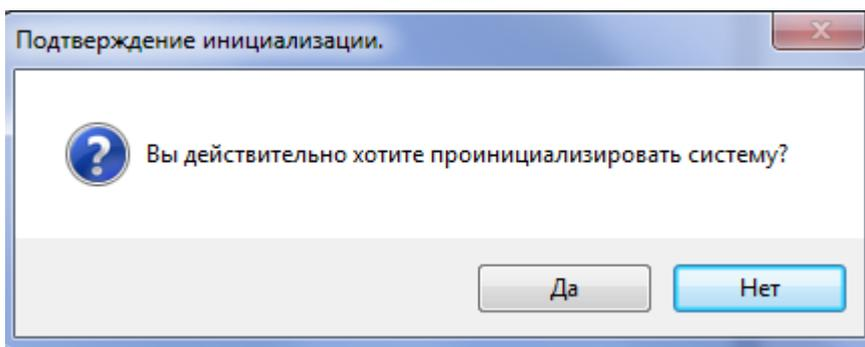

Рисунок 125. Подтверждение на инициализацию системы
*Общая инициализация...* выполняет (после подтверждения, рисунок 125) общую инициализацию системы, установку связи сервера Сталт со всеми используемыми